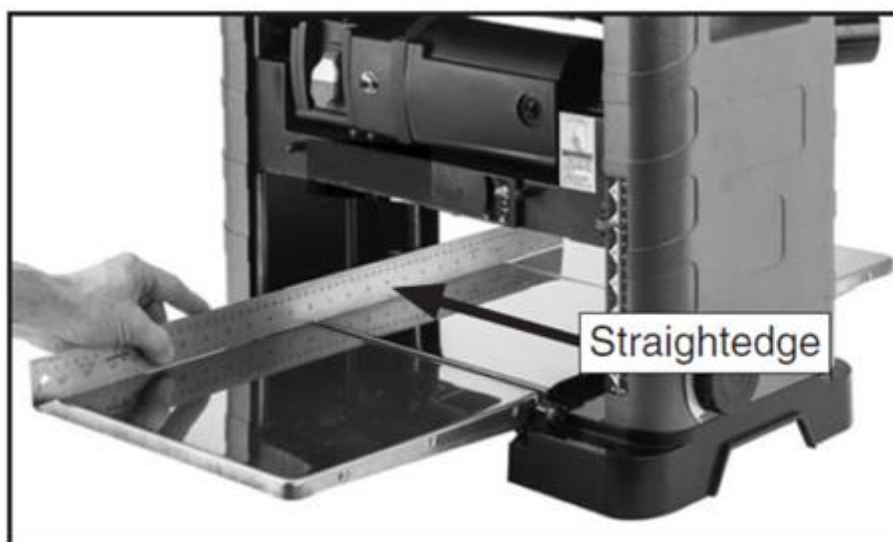

Рисунок 19. Выравнивание расширителей стола.
1. Чтобы проверить выравнивание, проложите линейку поперек стола и обоих расширителей (см. рис. 19).